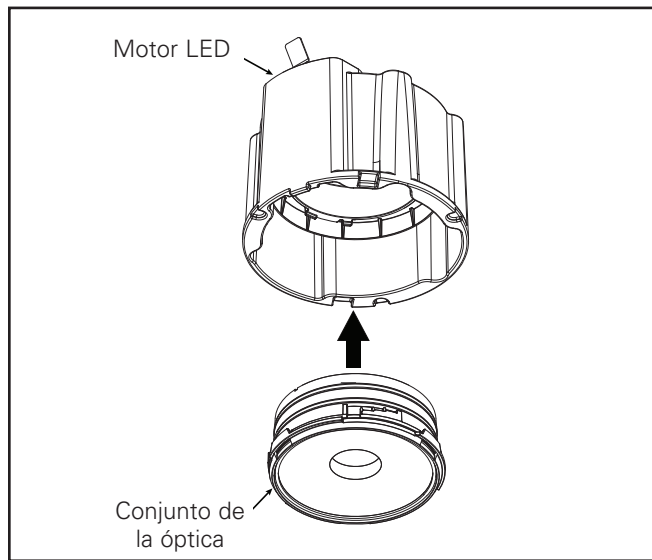

Figura 14.
7. Para instalar el motor del LED y el conjunto del borde, inserte los muelles de torsión en los receptores correspondientes ubicados dentro del alojamiento. (Figura 14).
3. Introduzca la unidad de la óptica en el soporte del motor LED y alinéela con las ranuras de apertura en el soporte del motor LED (Figura 14).